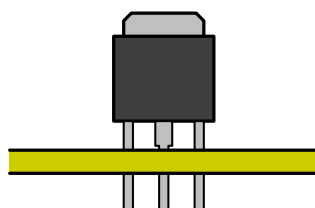

図6 MOS FET の取付け方
- ③ MOS FET (TR1～TR3) は、図6に示すように端子の止まりまでプリント基板に差し込み取付ける。